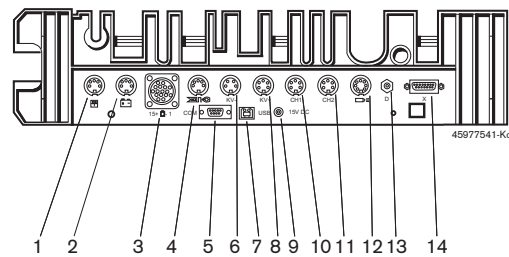

Fig. 3: Anschlussleiste FSA 740 Edition (von unten)
2. Sensoren an den vorgesehenen Steckplätzen der Messeinheit anschließen (siehe Fig. 3). Stromzange 30 A und 1000 A sowie Adapterleitung 1 684 465 513 werden nur bei Bedarf angeschlossen.